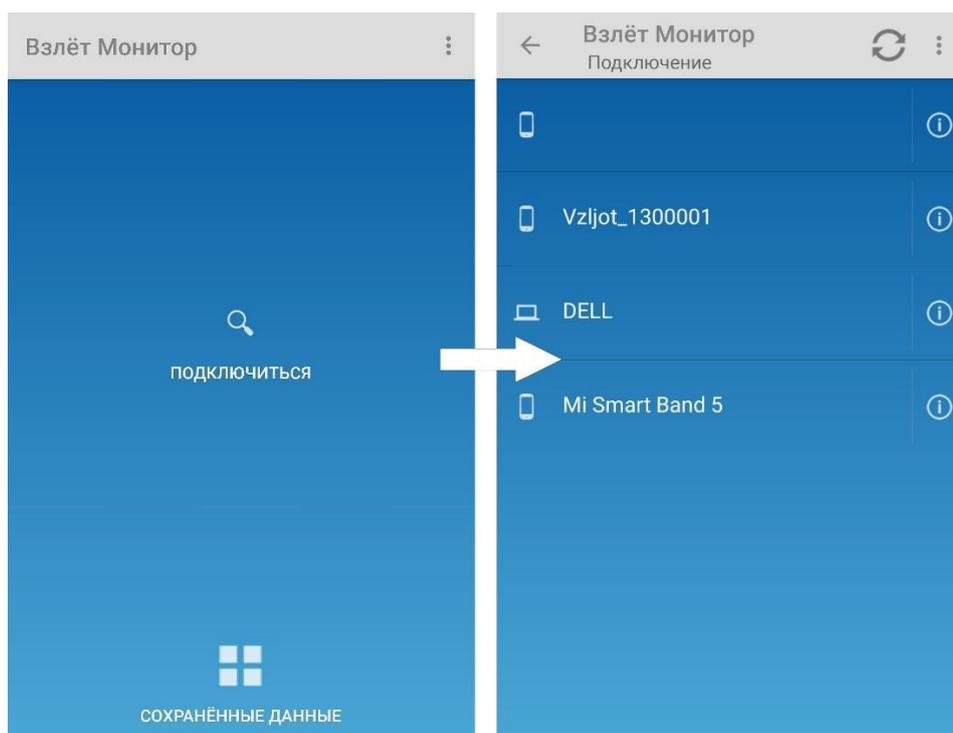

Рис.22. Подключение к адаптеру.
3.5.3. Для запуска приложения «Взлет Монитор» в настройках смартфона включите интерфейс беспроводной связи **Bluetooth**, разрешите доступ к данным о местоположении устройства и коснитесь иконки приложения (рис.21). Затем в открывшемся окне коснитесь кнопки **ПОДКЛЮЧИТЬСЯ** для старта поиска адаптера в зоне действия связи сети Bluetooth. Появится список найденных устройств (рис.22).